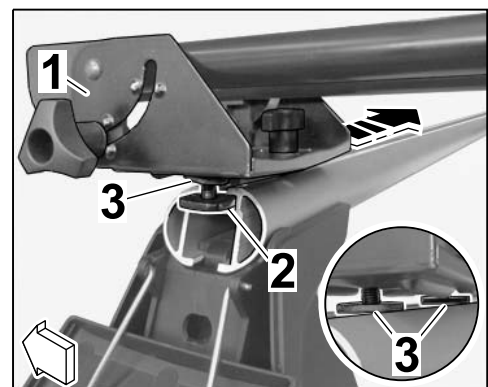

Bild 26
- Kunststoffscheiben (2 Stk.) befinden sich **ZWISCHEN** Vorderradhalter und Träger Dachtransportsystem (⇒ Bild 26, Lupe). Sprich sie liegen auf dem Träger Dachtransportsystem auf.
- 6.1.2 Vorderradhalter mit beiden T-Bolzen in die Nut Träger Dachtransportsystem schieben (⇒ Bild 26 -Pfeil-).
Kunststoffscheiben (⇒ Bild 26 -2-) müssen zwischen Träger und Vorderradhalter (⇒ Bild 26 -3-) liegen.